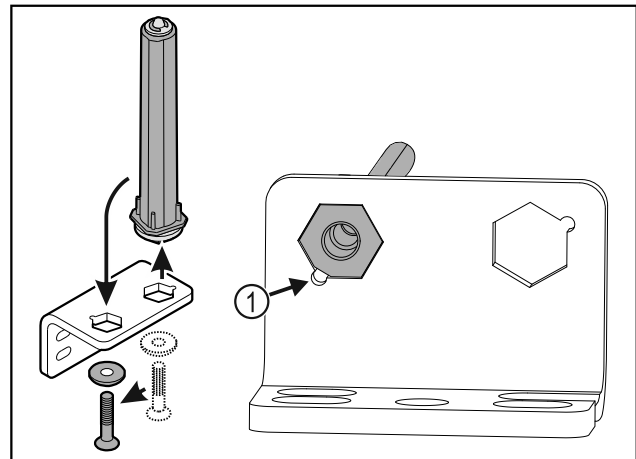

Fig. 36
- Se till att bultens fäsning Fig. 36 (1) är vänd mot det runda hålet vid isättningen.